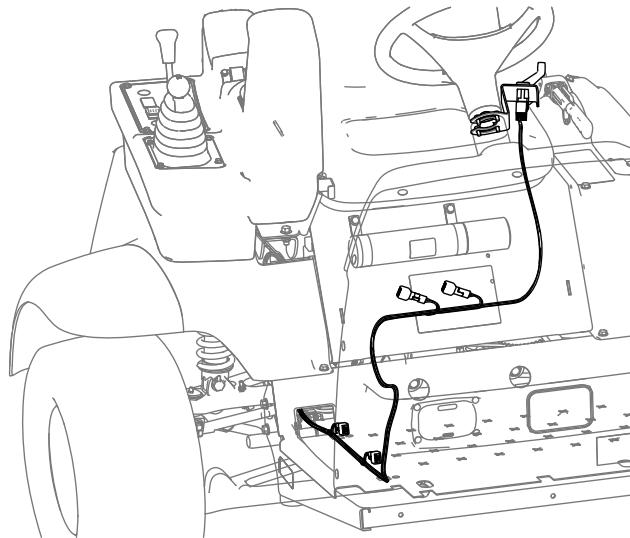

Bild 9
6. Verlegen Sie den Kabelbaum unter der Platte an der Bodenplatte und nach oben zur Lenksäule (Bild 9).